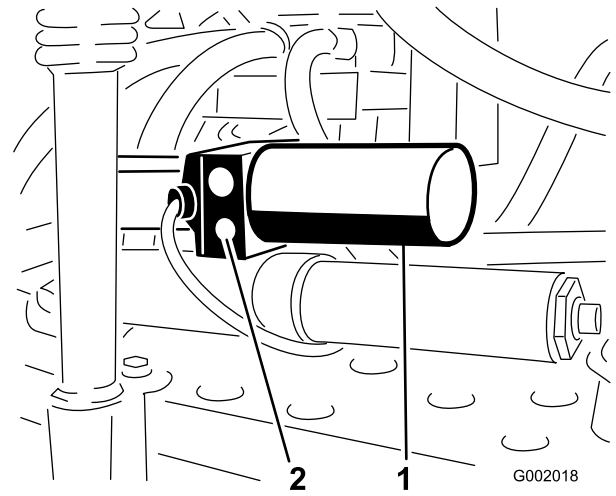

Figure 74
1. Trouvez l'emplacement du clapet de décharge manuel de l'actionneur sur chaque rampe. Le clapet de décharge manuel est la plus petite des valves et se trouve d'un seul côté du corps de l'actionneur (Figure 74).